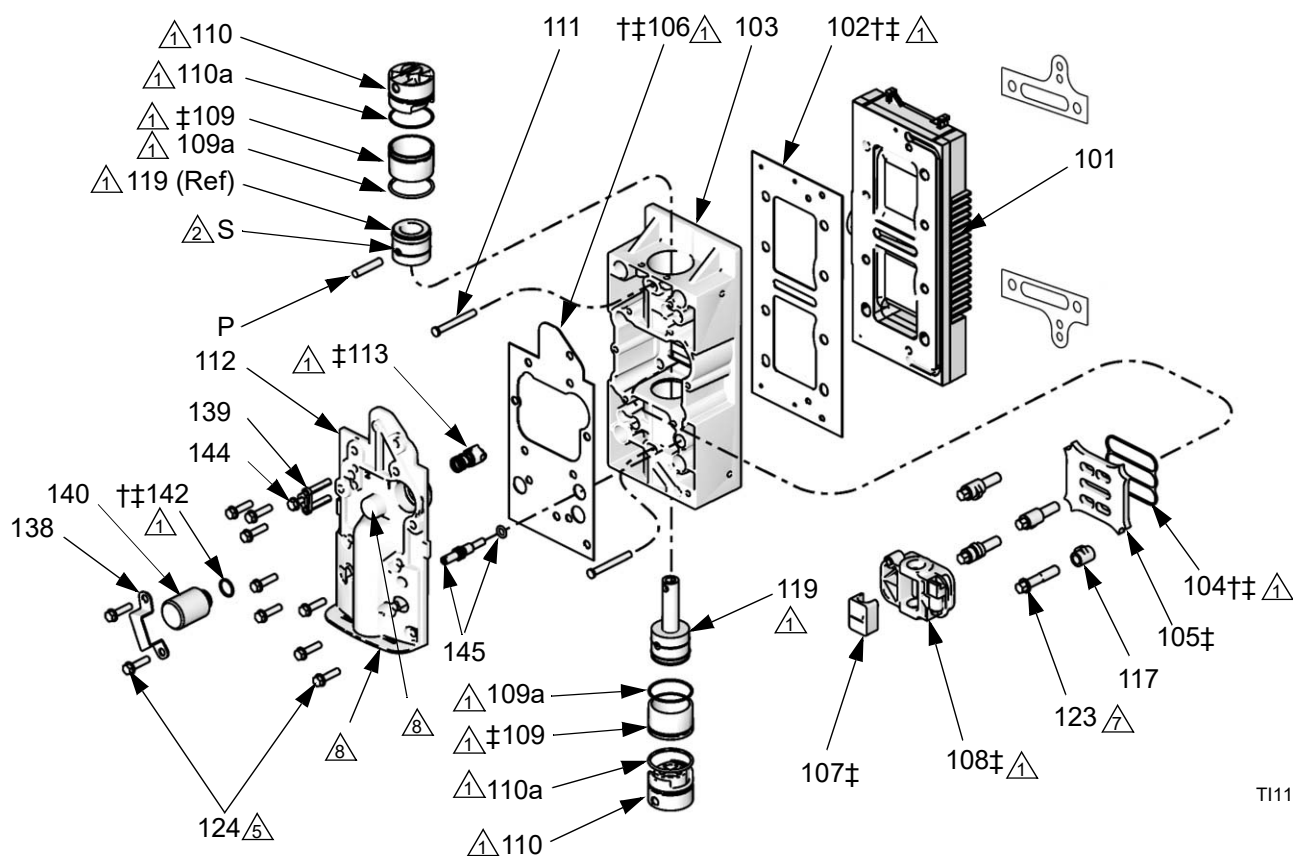

FIG. 11. Reparation av luftventil (NXT107 visas på bilden)
2. Se FIG. 11. Demontera skruvarna (124), slädkåpan (112), fjäderspärren (113), packningen (106) och avisningsreglaget (145).
4. Se FIG. 11. Roter kolventilenheten (119) så att stiften (P) går att komma åt. För upp fjädern (S) och tryck ut ett stift. Tryck ut ena änden av kolventilen ur övre delen av ventilen (103) och den andra änden ur under delen. Böj inte fjädrarna (S) permanent.
5. Kontrollera kolven och tätningarna. Byt ut kolventilenheten (119) om den är skadad. Den öppna tätningskanten måste vara vänd mot mitten.
6. Ta försiktigt bort fodren (109). Inspektera tätningarna (109a) och insidan av fodren och huset (103) för att se om det finns slitage eller skada.
7. Demontera släden (108) och slädstoppet (107).
8. Ta bort skruvarna (123), hållarna (117), ventilplattan (105) och tätningen (104).
9. Inspektera rampen (107), släden (108), plattan (105), kroppen (103) och tätningen (104) för att se om det finns skador eller sprickor.
5. Smörj O-ringarna (110a). Montera kolvstoppet (110) och hållarstiften (111).
6. Se FIG. 11. Smörj in och montera fjäderstoppet (113‡), packningen (106‡‡), slädkåpan (112) och skruvarna (124). Vrid till 19,2-21,4 N•m (170-190 in-lb), enligt mönstret som visas i inlägg 11a.